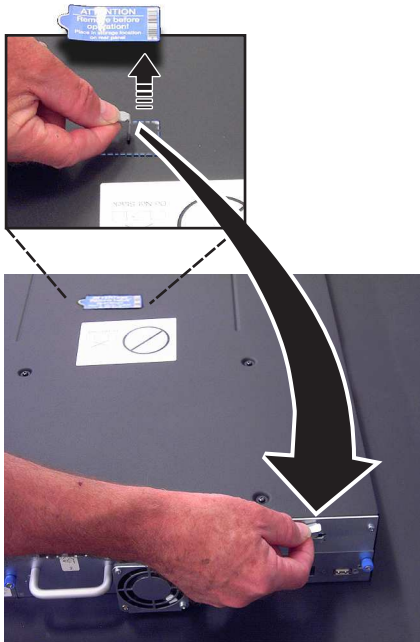

図 149. ライブラリーの上部からの配送用ラベルとロックの取り外しおよび背面パネルでの保管
4. 交換用ライブラリー・エンクロージャーの上部から配送用ロックを取り外します ( 234 ページの図 149 を参照)。